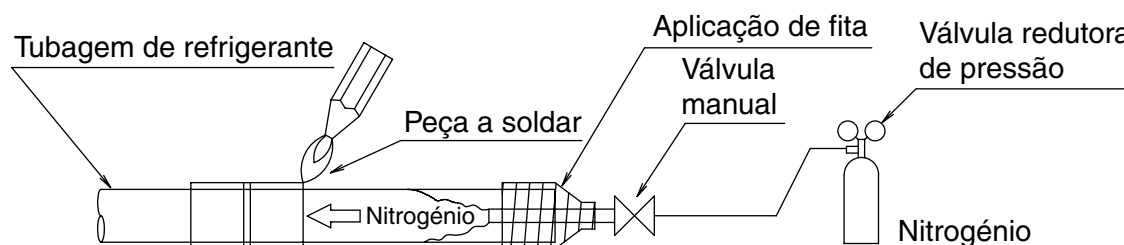

Fig. 15
- Se soldar enquanto introduz nitrogénio na tubagem, o nitrogénio deve ter uma pressão de 0,02 MPa (0,2 kg/cm²) com uma válvula redutora de pressão. **(Consulte a Fig.15)**